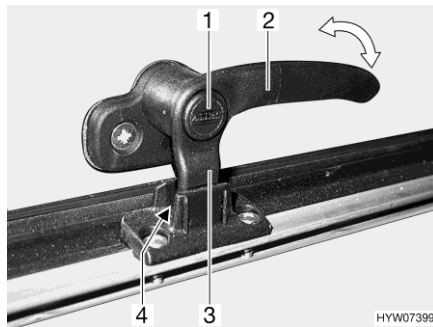
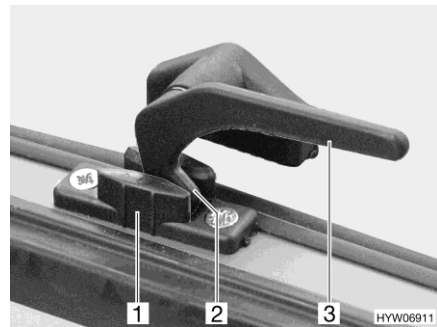

Bild 73 Låsarm med låsknapp i läget "kontinuerlig vädning"
Bild 74 Låsarm i läget "kontinuerlig vädning"
- I läget "kontinuerlig vädning" (Bild 73 och Bild 74)
- Tryck på låsknappen (Bild 73,1) om sådan finns och håll den nedtryckt.
- Sväng låsarmen (Bild 73,2 eller Bild 74,3) ett kvarts varv mot fönstrets mitt.
- Vrid tillbaka låsarmen. Därvid måste låsarmens låsspak (Bild 73,3 eller Bild 74,2) föras in i spåret på fönsterlåsen (Bild 73,4 eller Bild 74,1).
- Släpp låsknappen (Bild 73,1) om sådan finns.